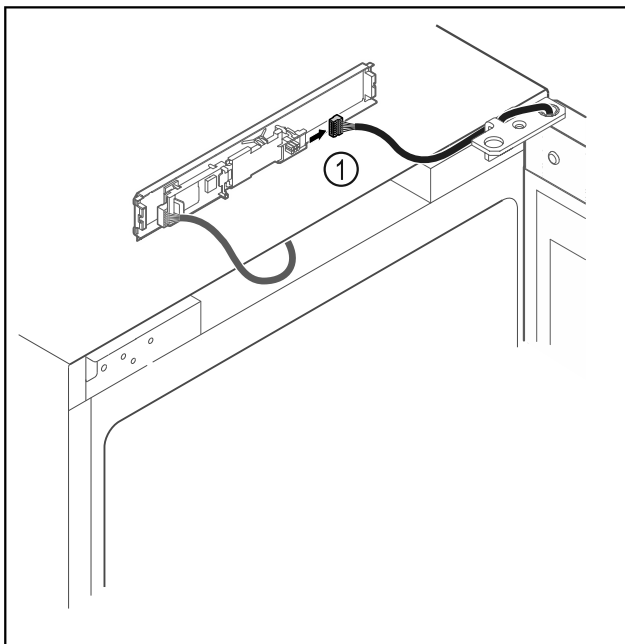

Fig. 18
- ▶ Desenchufar el conector Fig. 18 (1) de la platina.